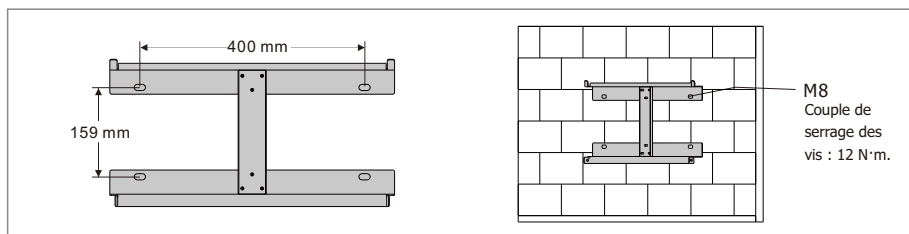

Figure 3.4-1 Installation de la plaque de suspension de l'onduleur
Étape 1. Veuillez utiliser le support de montage comme gabarit pour percer 4 trous aux emplacements adéquats (10 mm de diamètre et 80 mm de profondeur). Utilisez des boulons d'expansion M8 du coffret d'accessoires pour fixer solidement le support de montage sur le mur à l'aide d'une perceuse de 12 mm. L'installation du support de l'onduleur est illustrée dans la Figure 3.4-1.